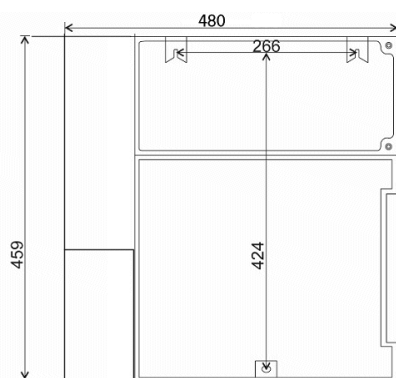

Figura 6
2. Taladre los orificios de fijación como se indica en la figura 6.